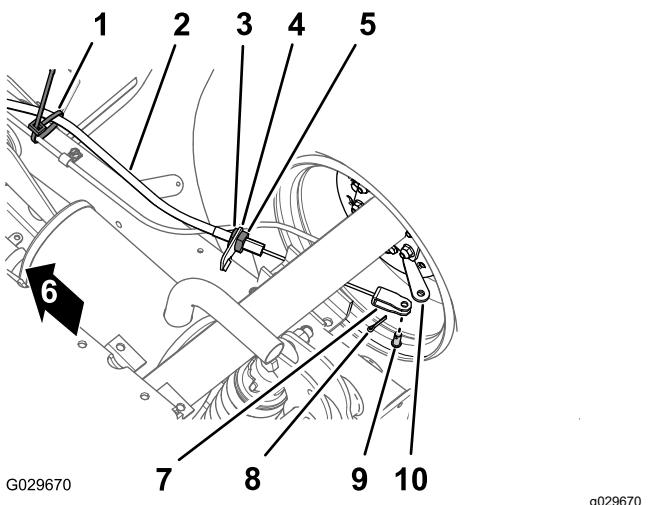

Bild 43
1. Entfernen Sie an der Unterseite der Maschine die Kabelbinde, mit der der Feststellbremszug an der Betriebsbremsleitung befestigt ist (Bild 43).
2. Markieren Sie einen Drehstreifen an der vorderen Klemmmutter für den Feststellbremszug (Bild 43).
3. Lockern Sie die hintere Klemmmutter und nehmen den Zug von der Bremszughalterung ab (Bild 43).
4. Entfernen Sie den Splint und den Lastösenbolzen, mit denen die Lastöse für den Feststellbremszug am Bremsbetätigungshebel ist, und schließen Sie den Zug vom Hebel ab (Bild 43).
1. Verlegen Sie den Gewindestellbremszug zur Bremszughalterung und den Lastösenbolzen zum Bremsbetätigungshebel (Bild 43).
3. Fluchten Sie den Gewindestellbremszug mit der Bremszughalterung aus ziehen die hintere Klemmmutter an (Bild 43).